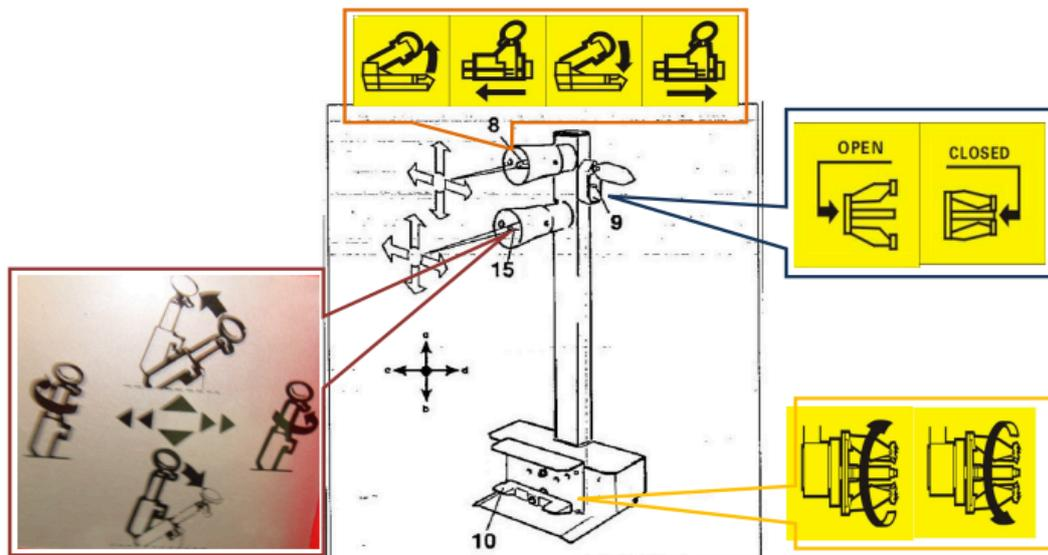
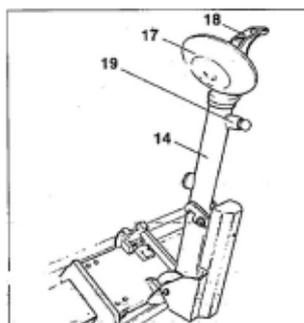

Fig. 6.2
Fig. 6.3
O centro de controlo móvel (Fig.6.2) permite ao operador trabalhar em qualquer posição em torno da máquina. Neste centro de controlo móvel estão localizados os seguintes comandos:
1. **O joystick superior (8, Fig.6.2)** que na **posição a** levanta o braço do mandril e na **posição b** o baixa; na **posição c** move o mandril para a direita e o braço porta-ferramentas para a esquerda simultaneamente (para que se aproximem um do outro) e na **posição d** move o mandril para a esquerda e o braço porta-ferramentas para a direita (para que se aproximem um do outro).
2. **Joystick inferior (15, Fig.6.2)** quando puxado **para cima a**, o joystick inferior coloca o braço de suporte da ferramenta na posição “não funcional”, quando puxado **para baixo b**, coloca o braço na posição “funcional” quando colocado **para a esquerda c**, roda a ferramenta de cabeça 180° no sentido contrário ao dos ponteiros do relógio; quando colocado **para a direita d**, roda a ferramenta de cabeça na direção oposta e coloca a ferramenta de volta na posição inicial.
3. **O interruptor do mandril (9, Fig.6.2)** quando movido para cima, abre os braços do mandril egocêntrico (LOCKING), e quando movido para baixo, fecha o braço do mandril egocêntrico (UNLOCKING).
4. **O pedal (10, Fig.6.2)** quando pressionado no lado esquerdo ou direito roda o mandril auto-centrante na mesma direção que as setas colocadas no pedal.
No trocador de pneus do trabalhador existe também um botão (19, Fig.6.3) que permite substituir as ferramentas (por exemplo, para montar o acessório RT rolo sem câmara).
1) Mover o joystick inferior (15, Fig.6.2) para cima (a) o braço da ferramenta (14, Fig.6.3) deve ser inclinado na posição “não operacional”.
Mover o joystick para a esquerda (c): o braço porta-fusos (2, Fig.3.1) deve mover-se para a direita e o braço porta-ferramentas (14, Fig.6.3) para a esquerda; movendo-se ao mesmo tempo, os dois braços devem aproximar-se, mover o joystick para a direita (d): o braço porta-fusos deve mover-se para a esquerda e o braço porta-ferramentas para a direita, esta separação.
Repetir estas operações (“c” e “d”) pressionando simultaneamente um dos dois pedais (12, Fig.6.2): os movimentos acima indicados devem ocorrer a alta velocidade.
3) Virar a alavanca do interruptor (9, Fig.6.2) em direção ao topo: os braços do fuso (3, Fig.3.1) devem abrir; mover a alavanca para baixo e os braços do fuso devem fechar.
Repetir estas operações premindo simultaneamente um dos dois pedais (12, Fig.6.2): o movimento acima indicado deve ocorrer a alta velocidade.
4) Carregar no pedal direito (10, Fig.6.2): o fuso (3, Fig.3.1) deve rodar no sentido horário, carregar no pedal esquerdo: o fuso deve rodar no sentido anti-horário.
Puxar a alavanca do interruptor (11, Fig.6.2) para baixo e repetir as operações acima indicadas: o fuso deve mover-se a alta velocidade.
- mover a alavanca do interruptor (9, Fig.6.2) em direção ao topo até os braços do fuso estarem completamente estendidos.
5. Com as mandíbulas (22, Fig.3.1) na posição fechada, mover a roda da mesa deslizante para o mandril auto-centrante. Accionar o interruptor do mandril (9, Fig.6.2) para abrir o mandril autocentrante e travar na jante interna da roda.
- 7) Utilizando o joystick inferior (15, Fig.6.2) inclinar o braço para a posição “não funcional”; movê-lo e bloqueá-lo na posição interior (Fig.7.4).